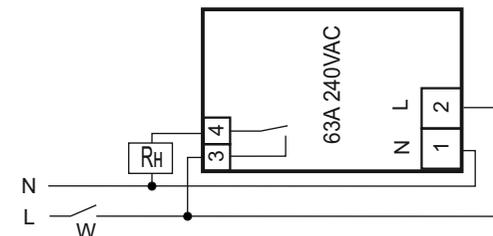

Рис.1 Схема подключения реле RN-01-63
8.2. Подключить нагрузку к изделию (см. рис.1). Для этого используйте одножильный или многожильный провод с двойной или усиленной изоляцией сечением, соответствующей мощности нагрузки. Переменное фазное напряжение **220 В, 50 Гц** подается на контакты **L** и **N** изделия и на 3 контакт. Напряжение может подаваться через выключатель **W** или напрямую.